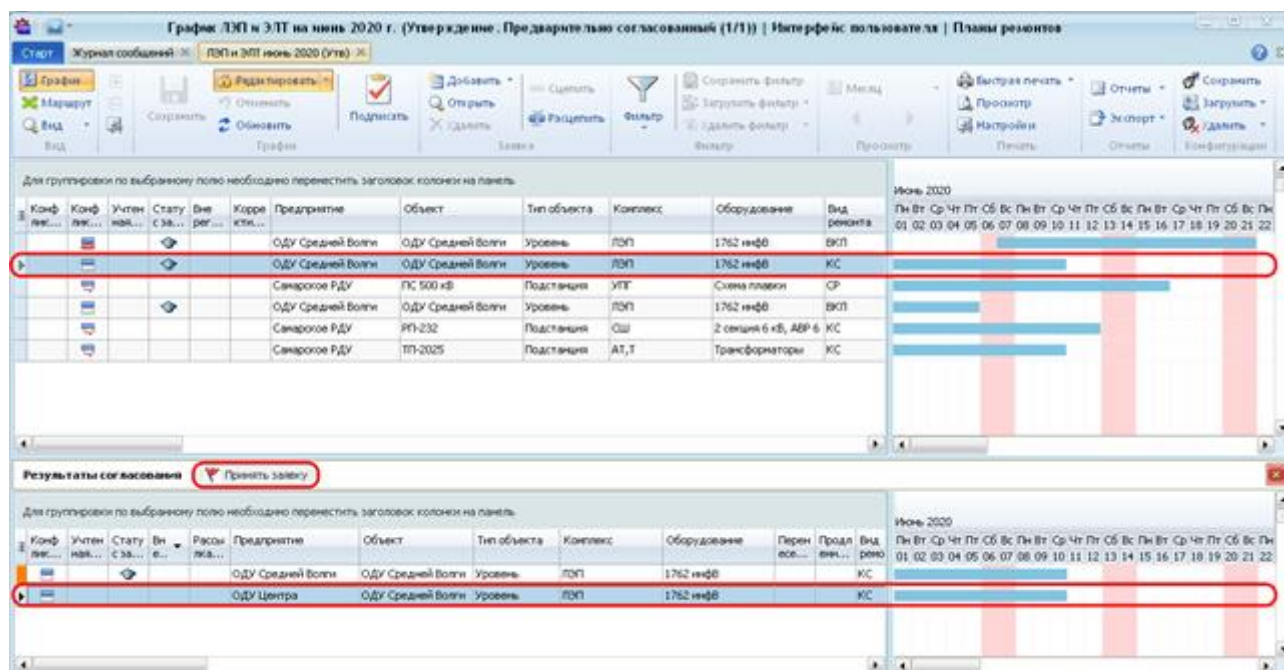

Рисунок 12.21 – Принятие согласующего ответа по заявке
- скопировать значения полей из согласующего ответа в выделенную заявку сводного графика. Для этого необходимо в основной области выделить заявку с конфликтом согласования, в области параллельного просмотра выбрать согласующий ответ и нажать кнопку « *Принять заявку*» в области заголовка «*Результаты согласования*» (Рисунок 12.21). Также можно принять согласующий ответ по заявке, выбрав пункт «*Принять заявку*» из контекстного меню согласующего ответа.